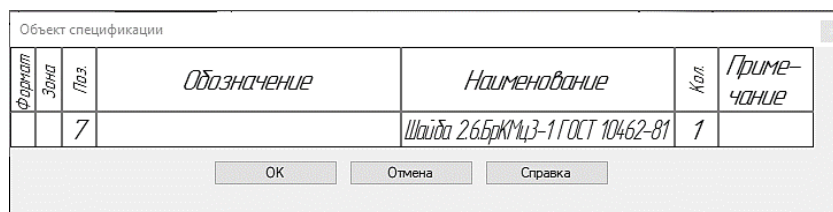

Рис. 97. Окно спецификации
10.1.14 Вместе со стандартным изделием в сборку передается и его объект спецификации для автоматического формирования раздела **Стандартные изделия**. В окне **Объект спецификации** нажмите кнопку **ОК** (рис. 97).